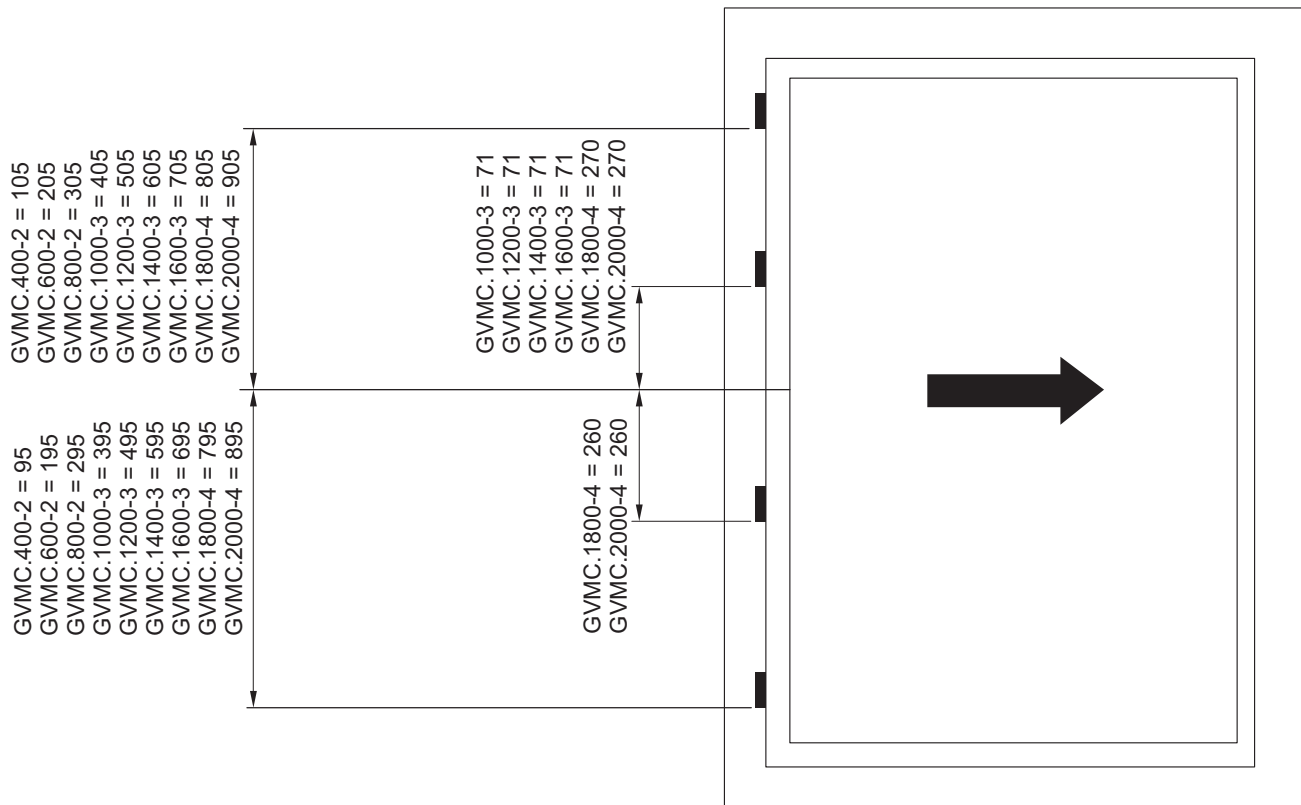

Bild 1: Schließblechposition "mittiger Griffsitz für D15,5"
- Einbauposition siehe Gruppe 6, Bild 1, 2, 3